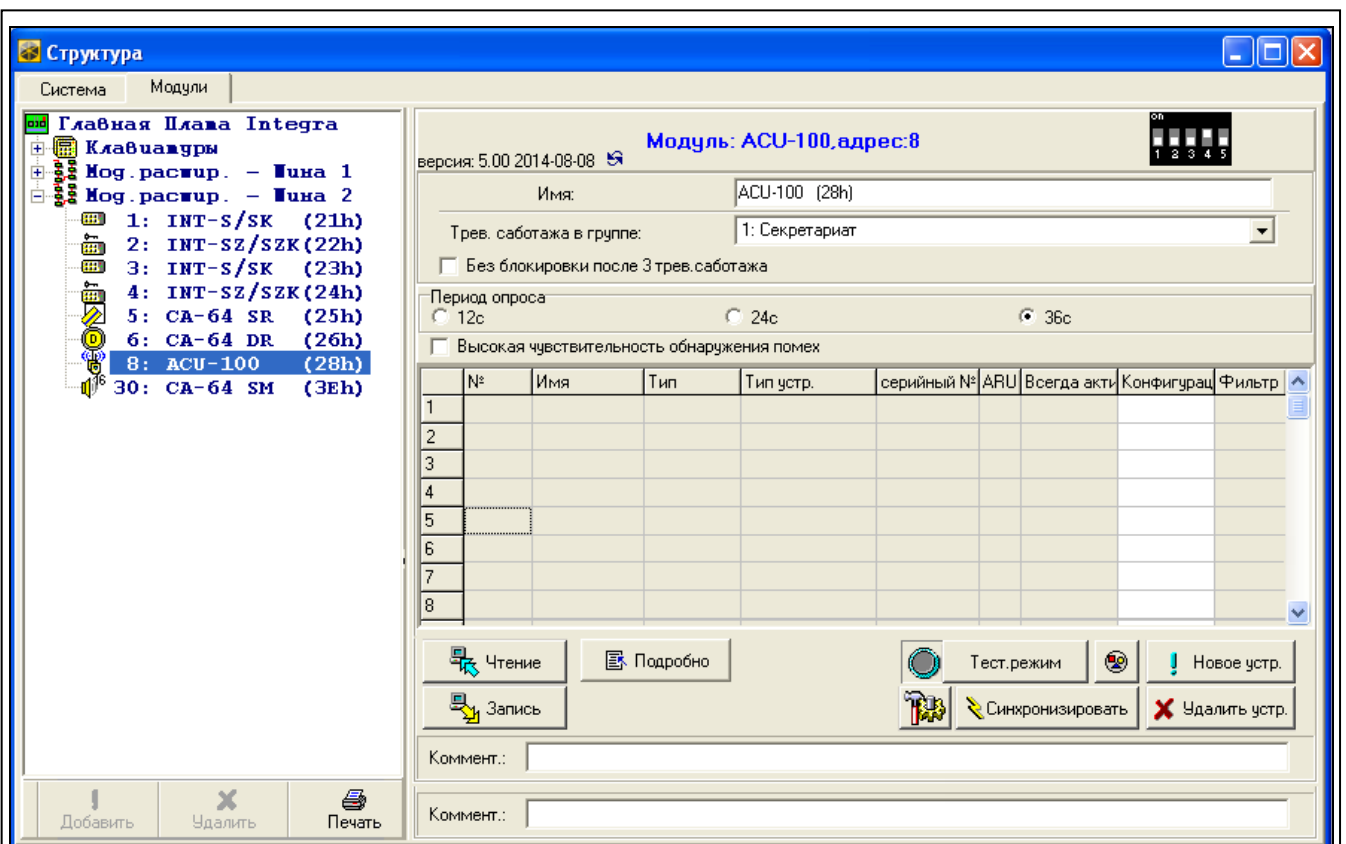

Рис. 2. Программа DLOADX: параметры и опции контроллера, подключенного к прибору INTEGRA / INTEGRA Plus.
- INTEGRA / INTEGRA Plus – в окне «Структура», в закладке «Модули» после того, как кликнуть в списке устройств по контроллеру (рис. 2);2